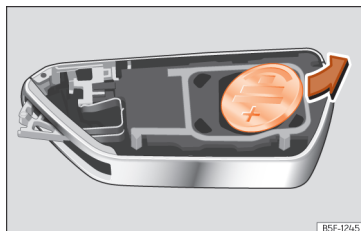

Fig. 72 Cheia cu telecomandă: scoaterea bateriei.
- Scoateți bateria din compartiment cu ajutorul unui obiect subțire adecvat » fig. 72.
- Introduceți noua baterie și apăsați-o în compartimentul pentru baterie » ①.